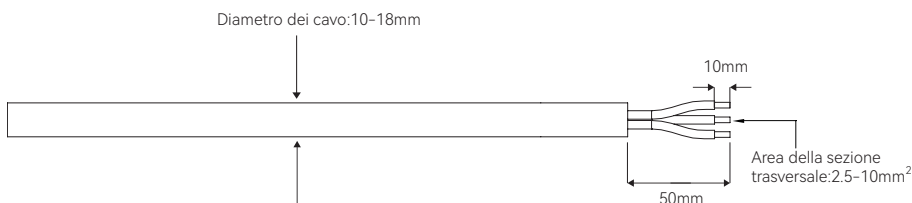

Figura 5-4
② In base alla figura 5-4, selezionare un cavo appropriato, spellare la guaina isolante del cavo AC per 50 mm e l'estremità dei fili L / PE / N per 8 mm.